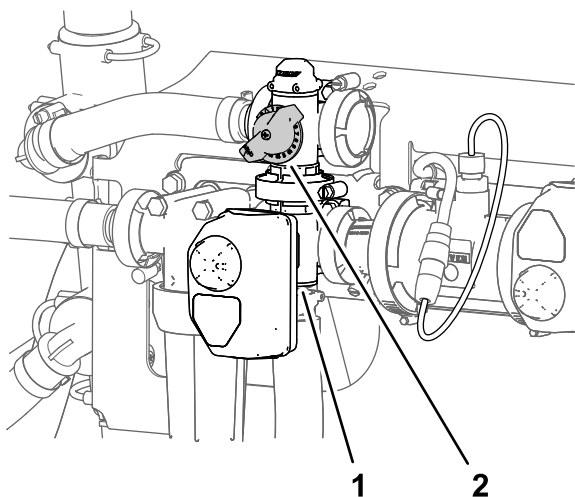

図 40
10. 攪拌バルブの背面についている攪拌バイパスバルブ 図 40 を使って、水圧計の読みシステム水圧が 6.89 bar 7 kg/cm² = 100 psiになるように調整する。